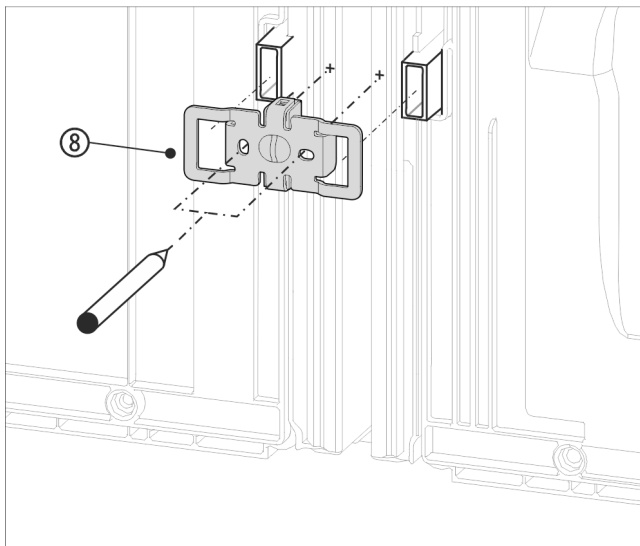

Fig. 16 Representación a modo de ejemplo
- Deslice la escuadra Fig. 16 (8) introduciendo las entalladuras en el alojamiento de los distanciadores de pared.